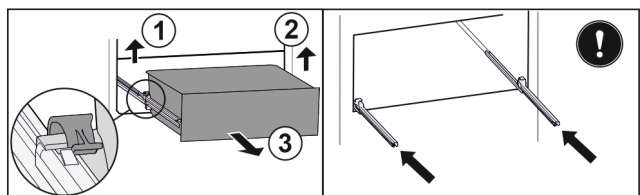

Fig. 43
- Linker klem optillen en gelijktijdig lade links naar voren trekken. Fig. 43 (1)
- Rechter klem optillen en gelijktijdig lade rechts naar voren trekken. Fig. 43 (2)
- Lade naar voren toe verwijderen. Fig. 43 (3)